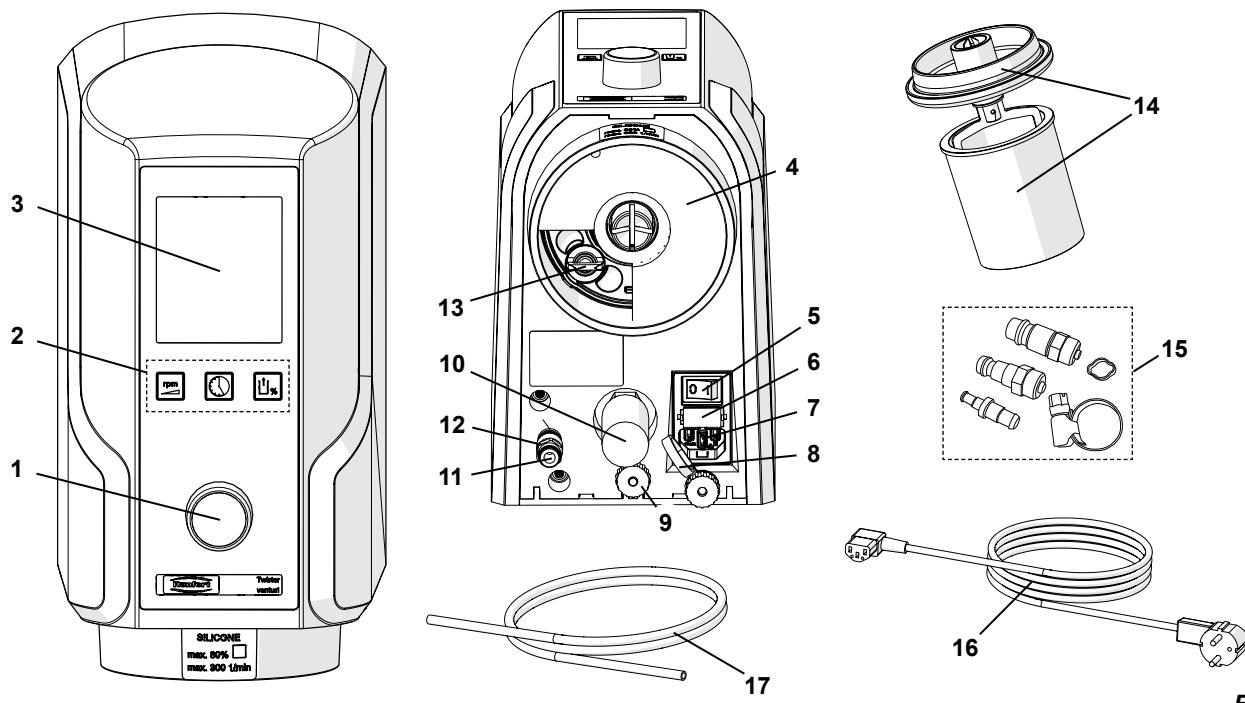

Fig. 1
- ⇒ Inserire il tubo dell'aria compressa (17) nell'apposito raccordo del giunto per l'aria compressa (11) fino alla battuta, superando una leggera resistenza. Nel far ciò è necessario superare una percepibile leggera resistenza.
- ⇒ Fra gli accessori forniti a corredo, scegliere il giunto adatto per collegare il tubo flessibile alla rete dell'aria compressa (15, Fig. 1) e montarlo sull'estremità del tubo.